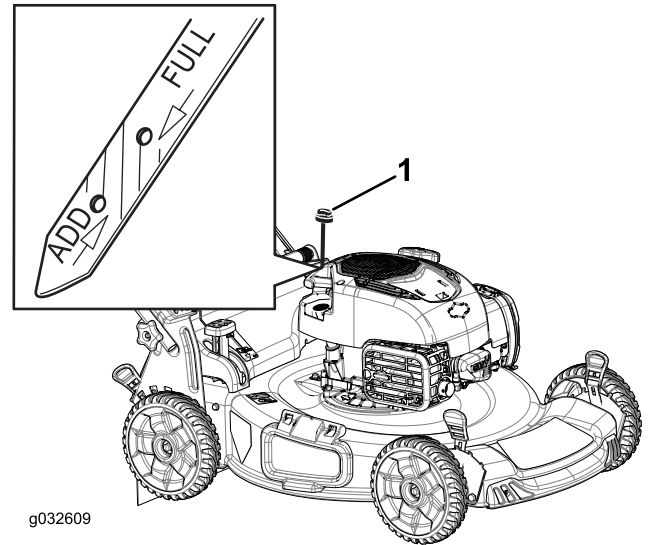

Figure 33
3. Retirez la jauge (Figure 33).
10. Vérifiez le niveau d'huile indiqué par la jauge (Figure 33).